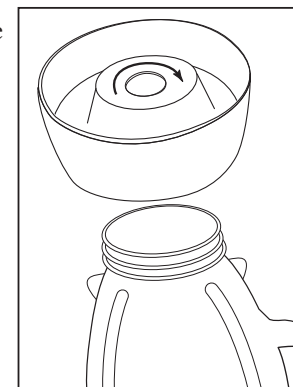

FIGURA 4
- Junte hasta trabar el disco de fondo roscado con el aro. Coloque el aro sobre la cuchilla y el vaso. (Nota: Si hay ranuras en la parte superior del aro, alinéelas con las muescas del vaso.) Coloque el aro sobre el vaso y gire el disco con fondo roscado en sentido horario para apretar. (Figura 4)